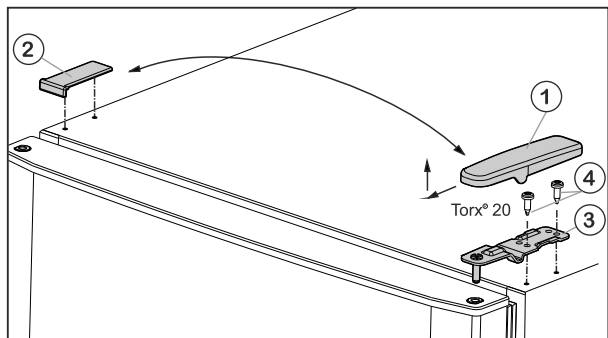

Fig. 5
- ▶ Előre és felfele húzza le a fedelet Fig. 5 (1).
- ▶ Emelje le a fedelet Fig. 5 (2).
- ▶ Csavarozza le az Fig. 5 (3) felső csapágybakját (2 x Torx® 20) Fig. 5 (4), és felfele húzza le.
- ▶ A felső csapágybakot Fig. 5 (3) helyezze a csuklópánt új oldalán az ajtóba.
- ▶ A felső csapágybakot **erősen (4 Nm-es nyomatékkal)** csavarozza fel – (2 db Torx® 20) Fig. 5 (4). Adott esetben használjon akkus csavarhúzót.
- ▶ A fedelet Fig. 5 (1) kívülről helyezze fel az ellenkező oldalra és pattintsa be.
- ▶ A fedelet Fig. 5 (2) mindig felülről helyezze fel az ellenkező oldalra és pattintsa be.